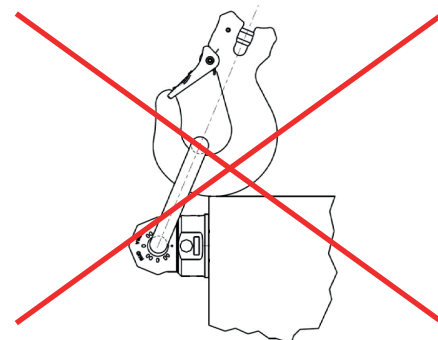

Abb. 2: Verbotene An- bzw. Auflage an Kanten
*Das Einhängeglied bzw. das eingehängte Anschlagmittel muss im VWBS frei beweglich sein und darf sich nicht an der Lastkante sowie am Grundkörper des VWBS abstützen (Abb. 2).*